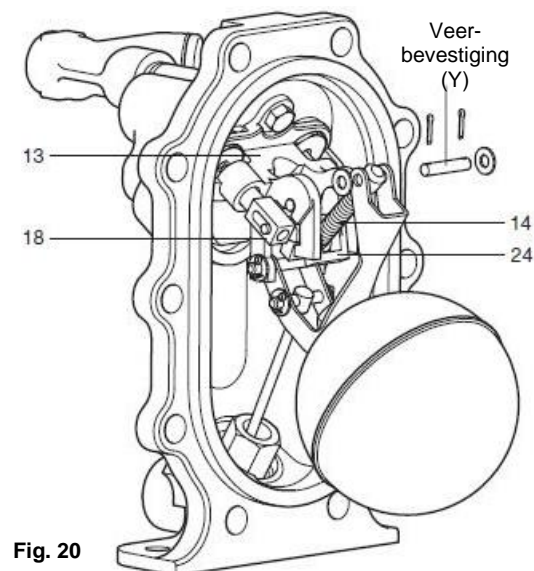

Fig. 20
3. Verwijder de splitpen en sluitring van de pen Y (bovenste bevestigingspunt van de veer) en verwijder deze (zie fig. 20).